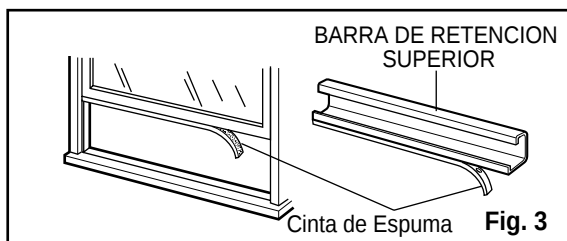

Fig. 3
2. Instale la bandeja de drenaje por encima de la esquina de la tapa de donde retiró el tapón con 4 (o 2) tornillos. (Ver Fig.3)
3. Conecte la manguera de drenaje a la salida situada en la parte inferior de la bandeja de drenaje. Puede adquirir una manguera de drenaje o una tubería apropiada en su localidad que satisfaga sus necesidades particulares (la manguera no se suministra). (Ver Fig.3)
4. Seleccione la conexión más apropiada entre las figuras siguientes (teniendo en cuenta el orificio de la unidad) para acoplar la bandeja de drenaje en su unidad. (Ver Fig.3)
3. Corte el sellode chasis de la ventana a la longitud apropiada. Pele el resfuerzo y aplique la Cinta de Espuma a la parte inferior del chasis de la ventana. (Ver Fig. 3)
4. Remueva el refuerzo de la Cinta de Espuma con 3 huecos y agréguelo en la parte inferior del tope de la barra de Retencion Superior. (Ver Fig. 3)